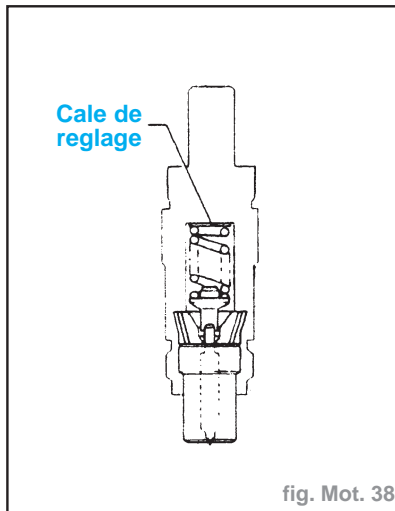

fig. Mot. 38
- Pour régler la pression d'injection, changer les cales de réglage (fig. Mot. 38).